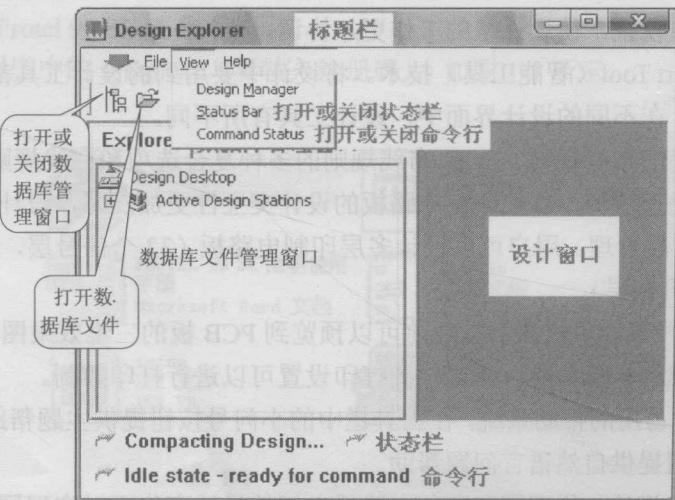

图 1-4 Protel 的主窗口
2. Protel 99 SE 启动后的窗口（如图 1-4 所示）